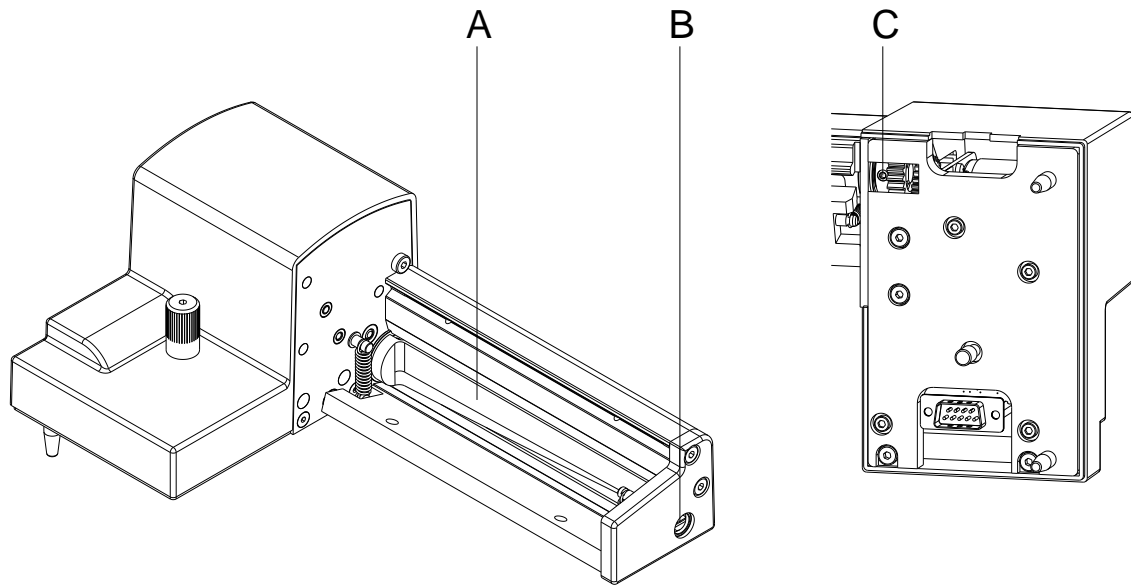
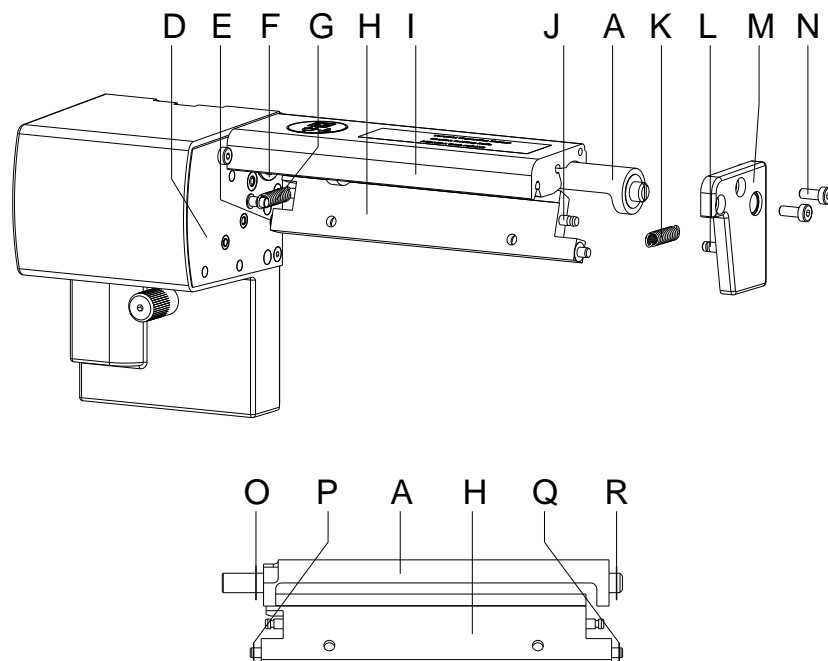

Abbildung 16
Abbildung 17
Bei der Demontage die Passscheiben (O, P, Q, R, Abbildung 17) an den Achsen der Messerwelle (A) und Messerleiste (H, Abbildung 17) sicherstellen.
Die eingebauten Federn (G und K, Abbildung 17) sind gespannt. Dadurch kann es bei der Demontage der Messerschneide zu Verletzungen kommen oder zum Verlust der Federn führen.
⇒ Messerleiste (H, Abbildung 17) gut festhalten und Achse des Messers leicht an die Montagewand (D, Abbildung 17) drücken.
1. Schrauben (N) lösen und Lagerplatte (M) abnehmen. Die Feder (K) wird entspannt.
2. Feder (K) von der Messerleiste (H) abnehmen.
3. Messerwelle (A, Abbildung 16) aus seiner Lagerung (F) ziehen. Die Feder (G) wird entspannt.
4. Feder (G) und Messerleiste (H) abnehmen.
5. Achse der neuen Messerleiste (H) mit der Passscheibe (P) in die Lagerbuchse (E) an der Montagewand (D) einführen.
6. Feder (G) im entspannten Zustand an den Stiften der Montagewand (4) und Messerleiste (H) einhängen.
7. Messerleiste (H) nach hinten drücken. Die Feder (G) wird dabei angespannt.
8. Achse der neuen Messerwelle (A, Abbildung 16) mit der Passscheibe (O) in die Lagerbuchse (F) an der Montagewand (D) einführen.
9. Passscheibe (Q) auf die Achse der Messerleiste und Passscheibe (R) auf die Achse der Messerwelle (A, Abbildung 16) aufsetzen.
10. Feder (K) im entspannten Zustand an den Stiften (J und L) der Messerleiste (H) und der Lagerplatte (M) einhängen.
11. Lagerplatte (M) auf die Achsen der Messer (A, Abbildung 16 und H) aufsetzen. Dabei wird die Feder (K) angespannt.
12. Lagerplatte (M) mit den Schrauben (N) am Profil (I) locker befestigen.
13. Lagerplatte (M, Abbildung 17) passgenau zum Profil (I, Abbildung 17) ausrichten und Schrauben (N, Abbildung 17) festziehen.
14. Gewindestift (C, Abbildung 16) am Getriebe wieder festziehen.
15. Messerwelle (A, Abbildung 16) schmieren (siehe Kapitel 4.5, Seite 18) und in Grundstellung bringen (siehe voriges Kapitel).